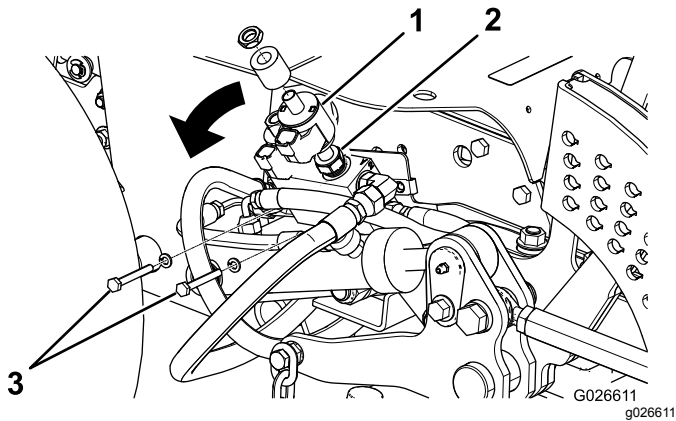

Bild 9
- B. Schieben Sie die Spirale nach oben, um an das Stromspulenventil zu gelangen und lockern Sie vorsichtig das Stromspulenventil (**Bild 9**).
- C. Nehmen Sie zwei Schrauben ab, mit denen der Hubventilverteiler befestigt ist (**Bild 9**).
- D. Kippen Sie den Hubventilverteiler nach außen (**Bild 9**).